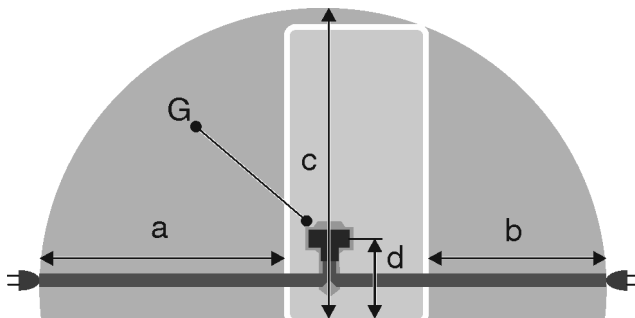

Fig. 55 \*
- ▶ Встановіть штекер пристрою Fig. 55 (G) на задній стороні пристрою. Слідкуйте за правильною фіксацією.
- Розетка лежить не за пристроєм, а в зонах a або b Fig. 55 (a, b, c).